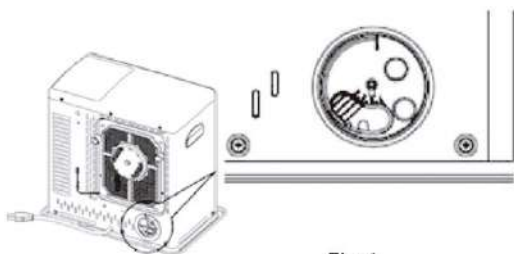

Fig.1
• Un buen lugar cerca de la pared o debajo de la ventana, teniendo directo acceso al aire del ambiente (considere las distancias necesarias identificadas en la IMAGEN 1).
en nivel 1 a 4 (Fig.1)